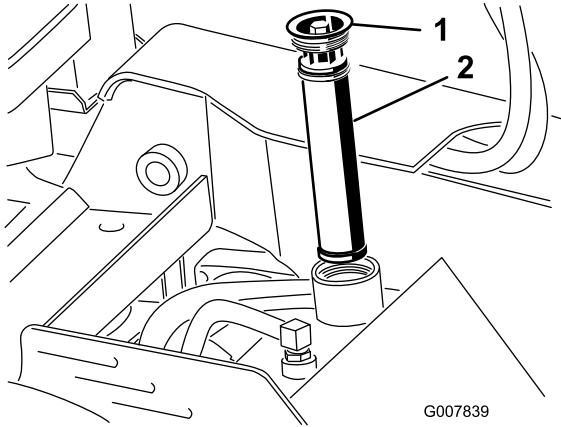

Figura 56
5. Limpie la zona alrededor del cuello de llenado del depósito de aceite hidráulico, y retire el tapón y el filtro del cuello de llenado usando una llave de tubo (Figura 56).
5. Retire el tapón de llenado del depósito hidráulico y el filtro (Figura 56).
10. Instale el filtro hidráulico y el tapón de llenado (Figura 56) y apriete el perno del tapón a entre 13 y 15,5 N·m.